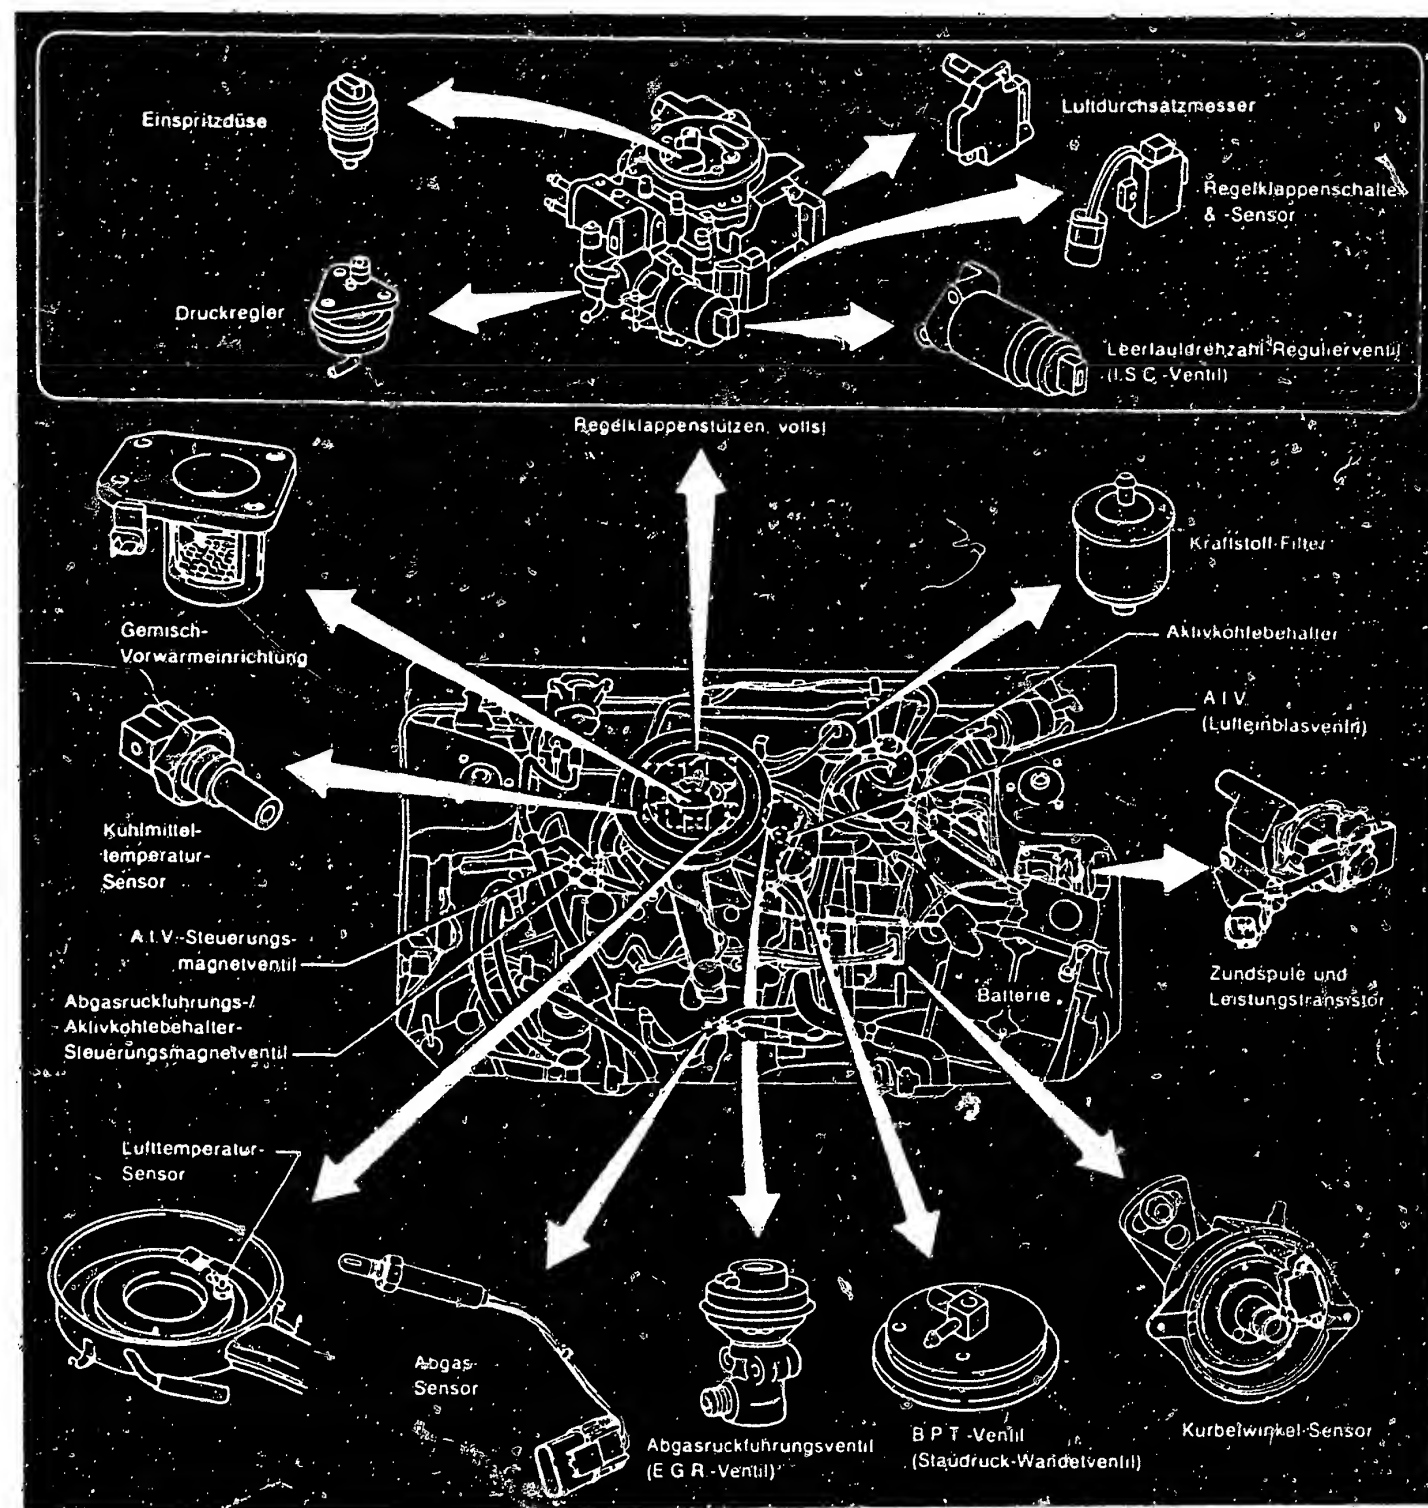

Bild 14 Einspritzanlage: Einbau der verschiedenen Bauteile im Motorraum und am Drosselklappengehäuse (oben).
c) Als **Gemischvorwärmung** ist zwischen Drosselklappengehäuse und Ansaugkrümmer ein Heizgitter eingesetzt (oben links in Bild 14). Dieses steht bei Kaltstartbedingungen (laufender Motor und Kühlmitteltemperatur unter 50°C) unter Strom und hilft, den Treibstoff zu verdampfen. Kurz nachdem die Motortemperatur 50°C überschritten hat, schaltet die Gemischvorwärmung ab.